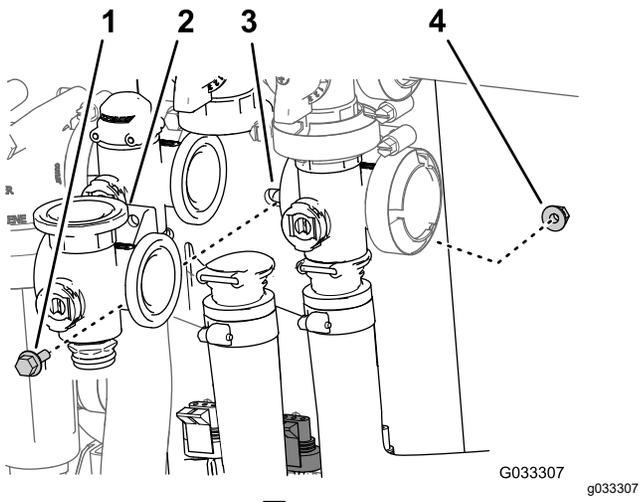

图 70
3. 卸下将搅拌阀固定至阀安装座的凸缘头螺栓和凸缘锁紧螺母然后从机器中拆下阀歧管图 70。